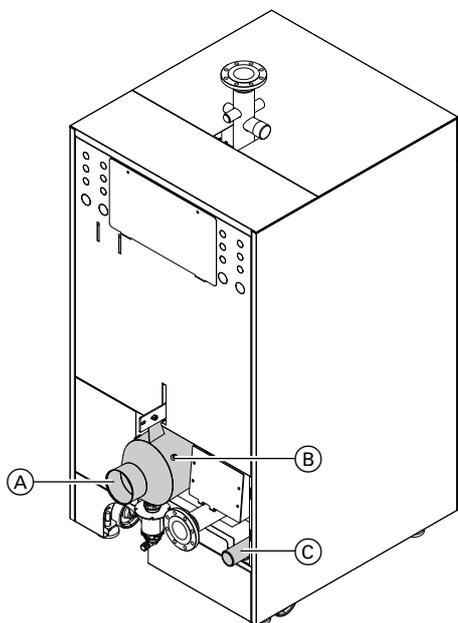
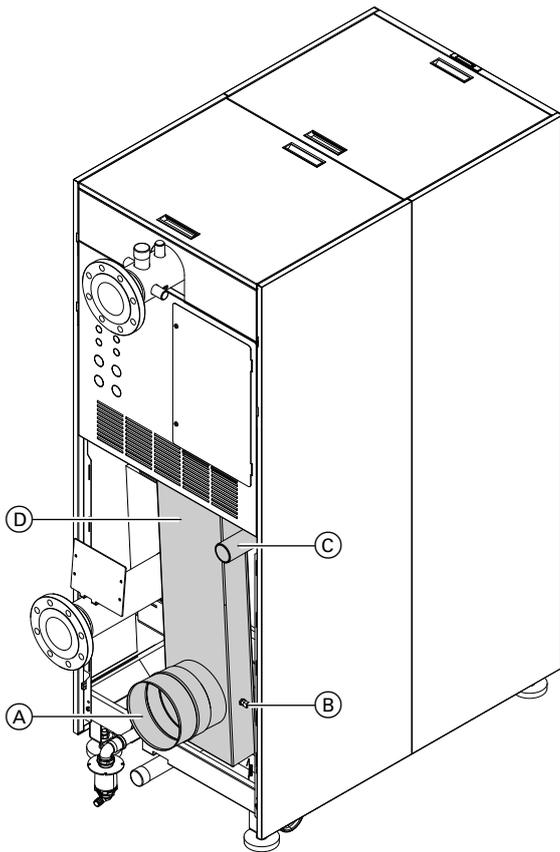

Abb. 10 C13 80 bis 320
Abb. 11 CI3 480 bis 640
- Siehe Ⓒ in Abb. 10 oder Abb. 11.